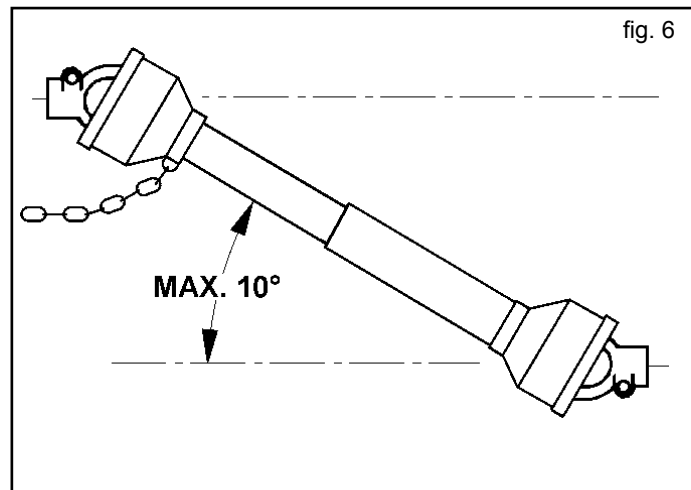

fig. 6
- 12) Débrayer toujours la prise de force quand l'arbre à cardans est trop ouvert (jamais plus de 10 degrés - Figure 6) et quand la prise de force n'est pas utilisée.